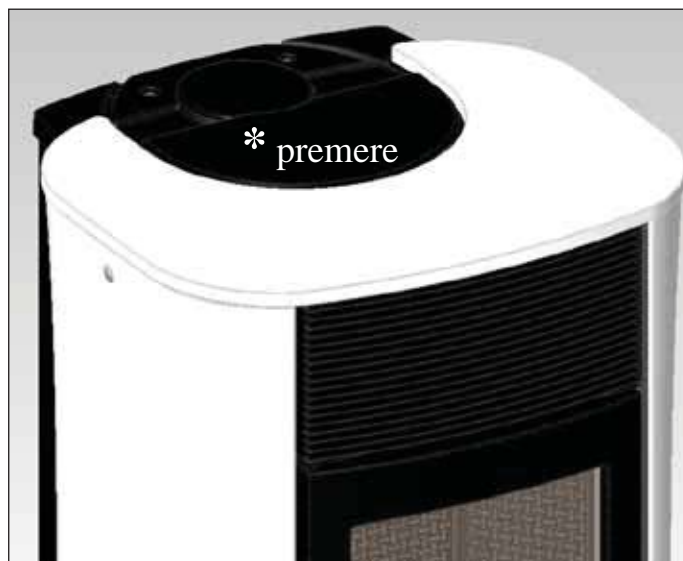

fig. 1
- Appliquer l'étrier de fixation garde-main (A - fig. 1) avec les vis en dotation sur les deux fermetures en tôle (A1 - fig. 1) dans les trous prévus.